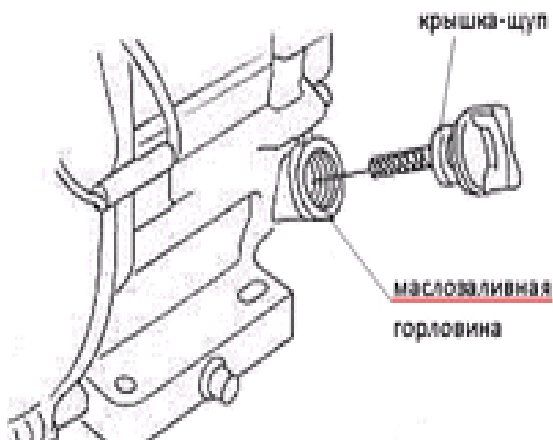

Рис. 11
1. Открутите крышку-щуп с горловины маслозаливного патрубка и протрите измерительный щуп. (см рис. 11)